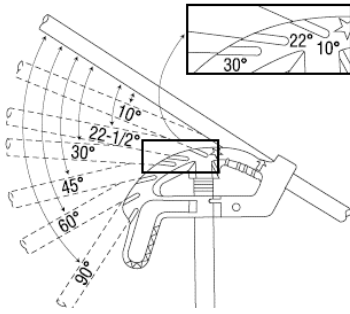

Figura 5. Doblaje en el aire
3. Coloque el doblador como se muestra en la figura 5, acérquelo lo más posible a su cuerpo.